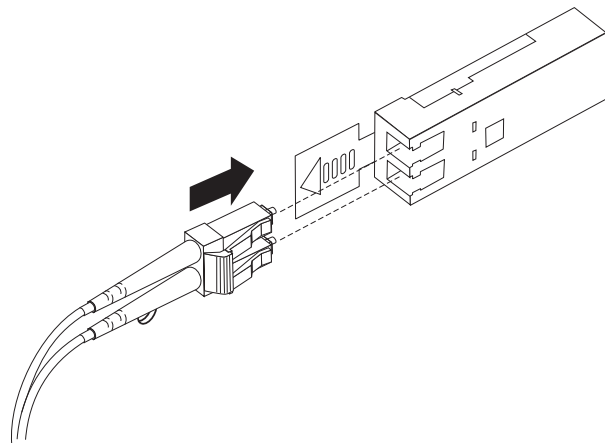

図 34. LC-LC ファイバー・チャネル・ケーブルの SFP モジュールへの挿入
4. 保護キャップを外した LC-LC ケーブルの端を、DCS3700 に取り付けられた SFP モジュールに慎重に挿入します。ケーブル・コネクタは、SFP モジュールに正しく挿入できるようにキー溝が付いています。図 34 に示すように、コネクタを持ったまま、所定の位置でクリック音がするまでケーブルを押し込みます。